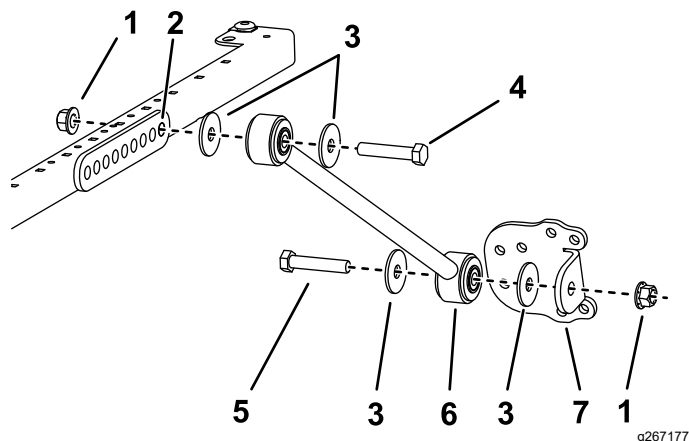

図 33
ブラケットの**後ろ**の穴にブレースを仮止めするボルト $\frac{1}{2}$ x $2\frac{1}{2}$ "、ワッシャ $\frac{1}{2}$ "、フランジナット $\frac{1}{2}$ "を使用して図 33 のように取り付ける。
11. 各ブレースに、ブレースブラケットを仮止めするボルト $\frac{1}{2}$ x $2\frac{1}{2}$ "、ワッシャ $\frac{1}{2}$ "、フランジナット $\frac{1}{2}$ "を使用し、図 33 のように取り付ける。